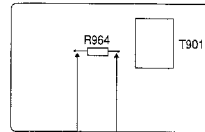

图1
- 把设定开关关掉, 然后把图3所示的夹具接在图1所示的R964的两端。